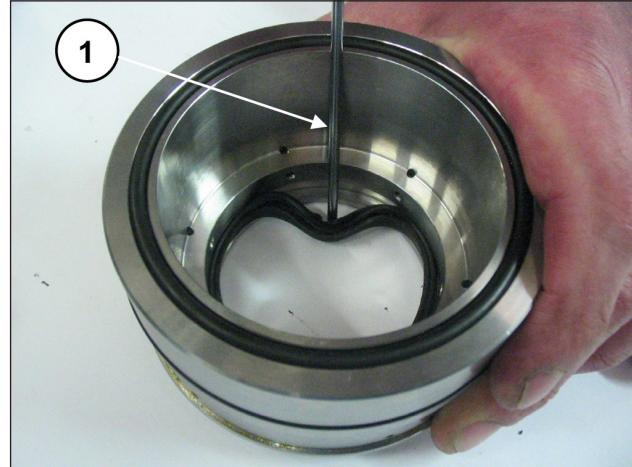

Fig. 195
Para quitar la junta de baja presión, es necesario utilizar un espesímetro o una herramienta que no dañe el alojamiento del soporte de la junta (pos. ①, Fig. 195).